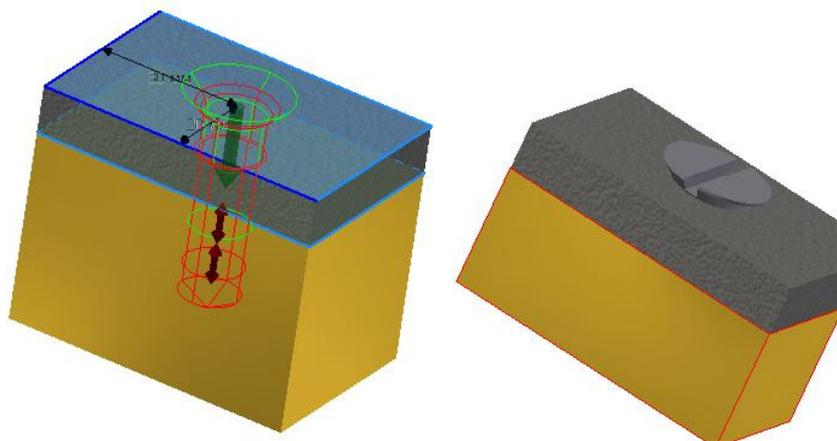

Рис. 91. Завершенная модель соединения
9. Нажмите кнопку «Применить» (рис. 91).